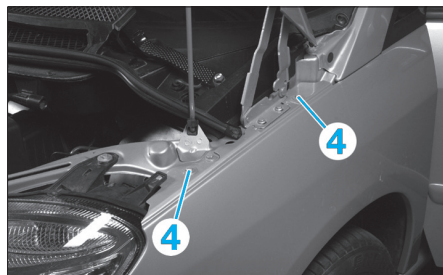

Fig. 26
- Déposer les 2 vis de fixation supérieure (4) (Fig.26).